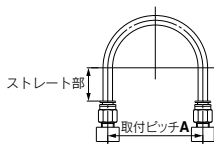
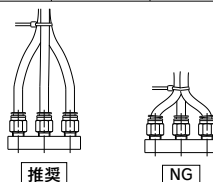

図1 推奨配管図
図2 結束バンドで配管を束ねた場合
- ①ワンタッチ管継手に配管する際は図1の推奨配管条件にて、チューブ長さ之余裕を持った配管をしてください。また、結束バンドなどで配管を束ねる場合には継手に外力が加わらないよう配管してください。(図2参照)